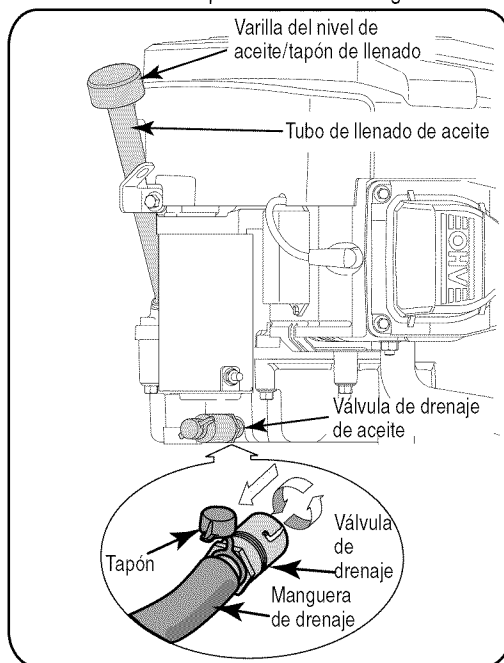

Figura 15
- Limpie el área alrededor de la varilla de medición de nivel/tapón de llenado de aceite. Destornille la varilla de medición de nivel/tapón de llenado de aceite del tubo de llenado sobre el motor. Retire la varilla de medición de nivel de aceite y límpiela. Vuelva a colocar la varilla de medición de nivel de aceite en el tubo y coloque el tapón sobre el tubo. No atornille el tapón al tubo. Vea la Figura 15.
- Localice la válvula de drenaje del lado derecho del motor, debajo del motor de arranque. Consulte la Figura 15.
- Retire el tapón de llenado de aceite /la varilla de nivel de aceite del tubo de llenado. Empuje ligeramente hacia adentro la válvula de drenaje y gírela en sentido contrario de las agujas del reloj hasta que se detenga, luego tire la válvula totalmente hacia afuera para abrirla y drenar el aceite. Consulte la Figura 15.